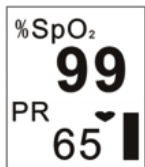
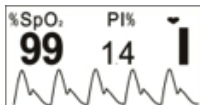
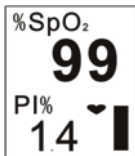

Abb. 5
Abb. 6
Abb. 7
- Drücken Sie zweimal die Display-Taste. Der Bildschirm wird wie in Abbildung 5 dargestellt geändert.
- Drücken Sie dreimal die Display-Taste. Der Bildschirm (wie in Abbildung 5 gezeigt) wird um 180° gedreht.
- Betätigen Sie die Display-Taste mit kreisförmigen Bewegungen. Der Bildschirm wechselt zwischen den beiden Bildschirmen (siehe Abbildung 4 und Abbildung 5) und die vier Richtungen werden abwechselnd angezeigt.
6. Halten Sie die Display-Taste ca. 2 Sekunden lang gedrückt. Der Bildschirm wird wie in Abbildung 6 gezeigt visualisiert. Die Unterschiede zwischen Abbildung 6 und Abbildung 4 sind folgende:
- In Abbildung 6 werden SpO₂ und der Perfusionsindex überwacht und auf dem Bildschirm angezeigt.
7. Wenn der Bildschirm wie in Abbildung 6 dargestellt angezeigt wird, drücken Sie die Display-Taste mit kreisförmigen Bewegungen. Der Bildschirm wechselt zwischen den beiden Bildschirmen (siehe Abbildung 6 und Abbildung 7) und die vier Richtungen werden abwechselnd angezeigt.
8. Der Anzeigebildschirm (wie in Abbildung 6 oder Abbildung 7 gezeigt) kehrt zu dem in Abbildung 4 oder Abbildung 5 gezeigten Bildschirm zurück, wenn der Vorgang nicht innerhalb von 10 Sekunden ausgeführt wird.